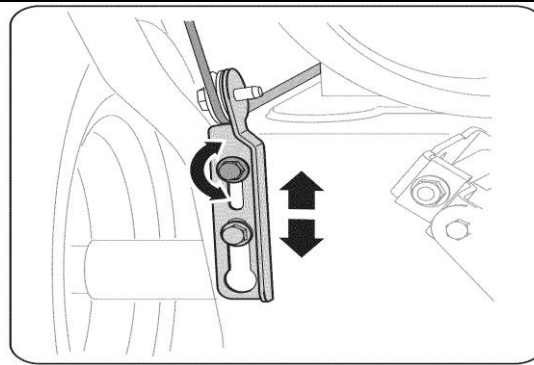

Рис. 9
1. Когда рычаг управления шнеками отпущен и находится в верхнем положении (UP), тросик должен слегка провисать, он НЕ ДОЛЖЕН быть сильно натянут.
4. Оставьте шнек включенным приблизительно на десять (10) секунд, потом отпустите рычаг управления шнеком. Повторите это несколько раз.
5. Приведя рукоятку управления шнеком в верхнее (UP) положение и, тем самым, отключив шнек, перейдите к головной части машины.
7. Для регулирования положения троса управления ослабьте верхний шестигранный болт на кронштейне троса (См. Рис. 9).